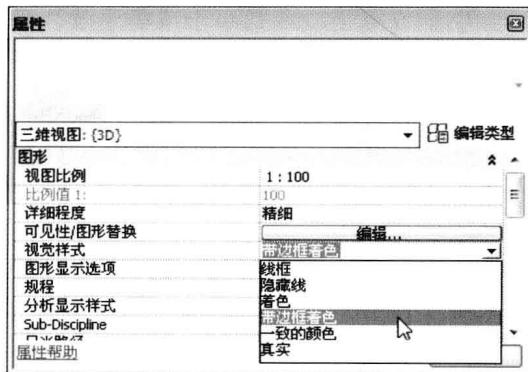

图 3-14
(1) 由于在建筑设计的图纸表达要求里，不同比例图纸的视图表达要求也不相同，所以用户需要对视图进行详细程度的设置。
(2) 在楼层平面中右键单击“视图属性”，在弹出的“实例属性”对话框中单击“详细程度”后下拉箭头可选择“粗略”、“中等”或“精细”的详细程度，如图 3-14 所示。